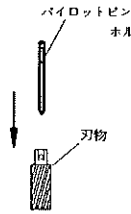

図 26
- 2) 使用する刃物のサイズに合わせたパイロットピンを刃物に差し込んでください。(図 26)